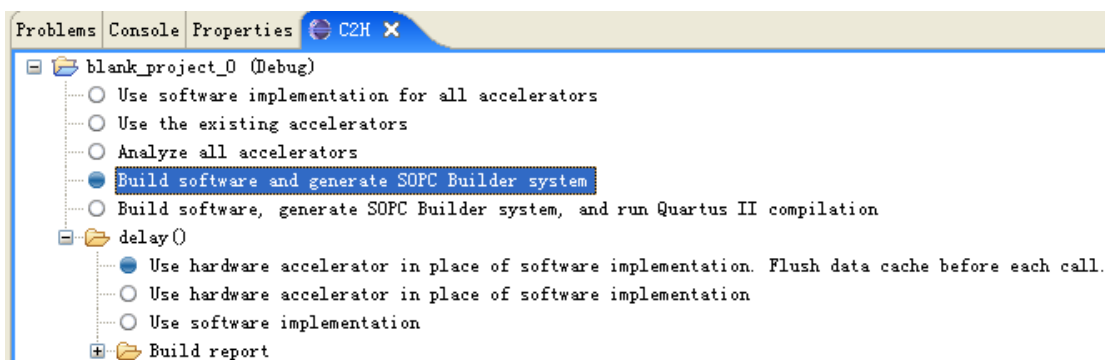

图 8-5 C2H 编译器加速选项（硬件加速）
26. 选了之后会在下方多出 C2H 的设置，选择“Build Software and generate SOPC Builder system”和“Use hardware accelerator in place of software implementation. Flush data cache before each call”。如图 8-5。